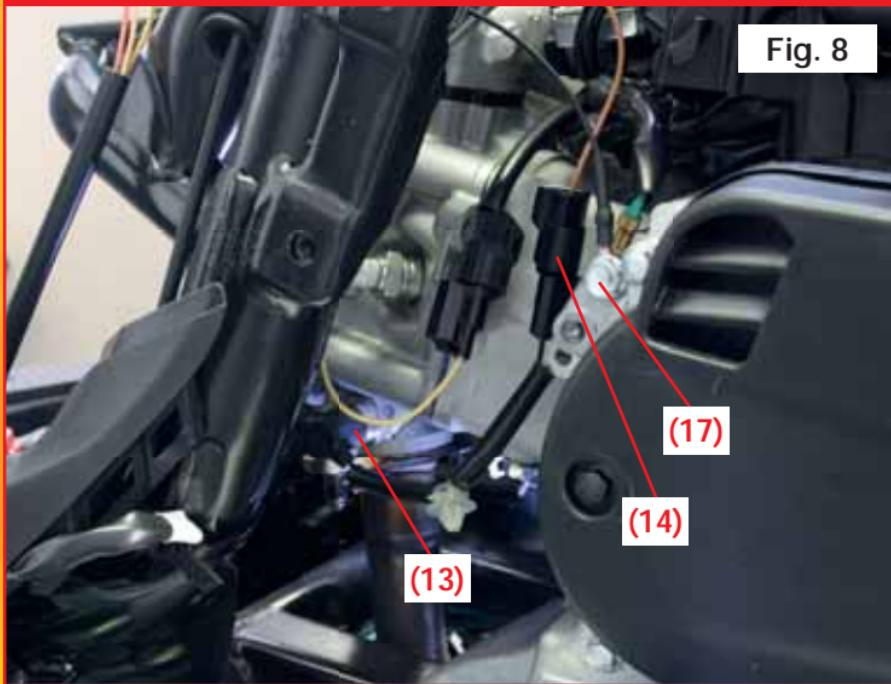

Fig. 8
- Individuare nella testa del veicolo la sonda lambda (13) (Fig. 8)
- Seguire il cablaggio fino al connettore (14)
- Collegare l'occhiello sopra al nodo di massa (17) posizionato sul carter motore (Fig. 8)
- Locate the lambda sensor (13) on the vehicle head (Fig. 8)
- Follow the lambda cable until you reach its connector (14)
- Please connect the eyelet to the ground node (17) located on the crankcase (Fig. 8).
- Trouver la sonde lambda (13) sur la culasse du véhicule (Fig. 8)
- Suivre le câblage jusqu'au connecteur (14)
- Connecter l'œillet sur le noeud de masse (17) positionné sur le carter (Fig. 8)
- Die Lambdasonde (13) im vorderen Teil des Fahrzeugs ermitteln (Abb. 8)
- Die Kabelverbindung bis zum Konnektor (14) führen
- Die Öse über dem Masseknoten (17) auf dem Motorgehäuse anbringen (Abb. 8)
- Identifique en el cabezal del vehículo la sonda lambda (13) (Fig. 8)
- Siga el cableado hasta el conector (14)
- Poner el ojal sobre del cable de masa (17) situado en el carter motor (Fig. 8)